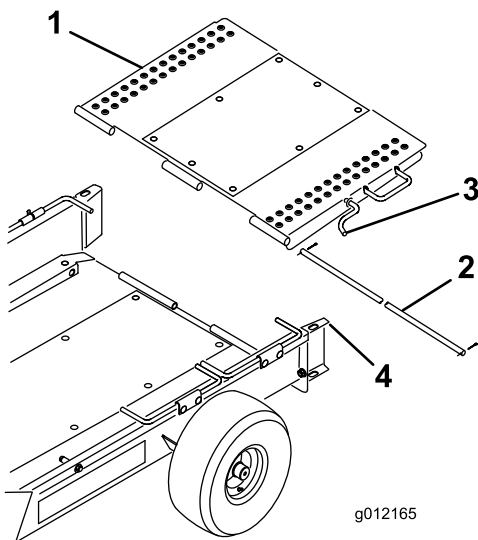

Figura 4
4. Monte la rampa del remolque en la parte trasera de la plataforma del remolque con el pasador de la bisagra y 2 chavetas (Figura 4).
5. Suba la rampa del remolque y enganche el cerrojo de la rampa en el orificio de la parte superior de la guía de las ruedas (Figura 4).
7. Suba la rampa del remolque y enganche el cerrojo de la rampa en el orificio de la parte superior de la guía de las ruedas (Figura 4).